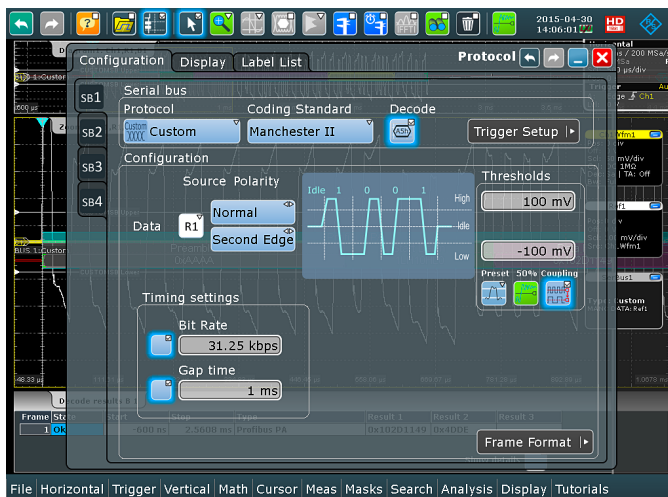

図1: プロトコル・デコード・オプションの設定。
- ▶ プロトコルデコード構成:正しいコード化標準、正しいバス極性、およびデコードしきい値とビットレートを設定します。適切に設定すると、テレグラムは記述されていないビットで正しくデコードされます(図1および2)。